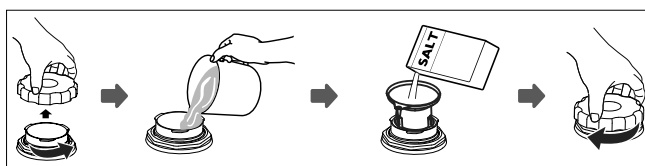

Fig. 13 – Riempimento con sale
- ▶ Rimuovere il cestello per stoviglie (6) e svitare il coperchio del contenitore del sale (11).
- ▶ Prima del primo utilizzo versare circa 1 l d'acqua nel contenitore del sale (vedere la Fig. 13).
- ▶ Usando uno strumento adatto, come un normale imbuto domestico, versare 130 g di sale per lavastoviglie nell'apertura del contenitore del sale (11). È normale che l'acqua fuoriesca dal contenitore del sale.
- ▶ Una volta riempito il contenitore, riposizionare il coperchio e chiuderlo ruotandolo in senso orario (vedere la Fig. 13).